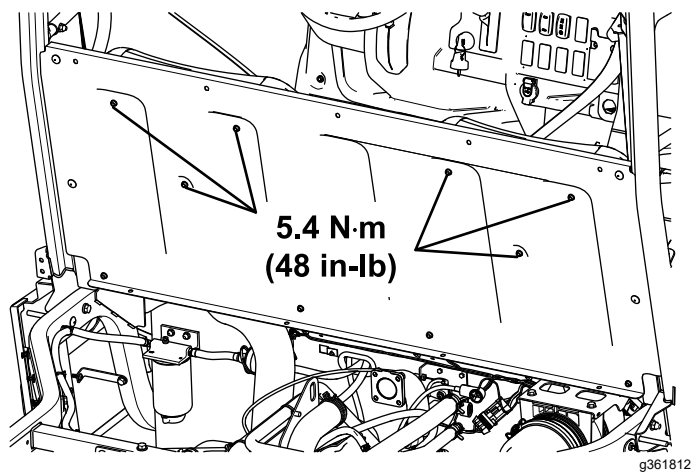

Figure 24
19. Serrez les 6 boulons à tête hexagonale à embase ($\frac{1}{4}$ " x $\frac{3}{4}$ ") à 5,4 N·m, comme montré à la Figure 24.